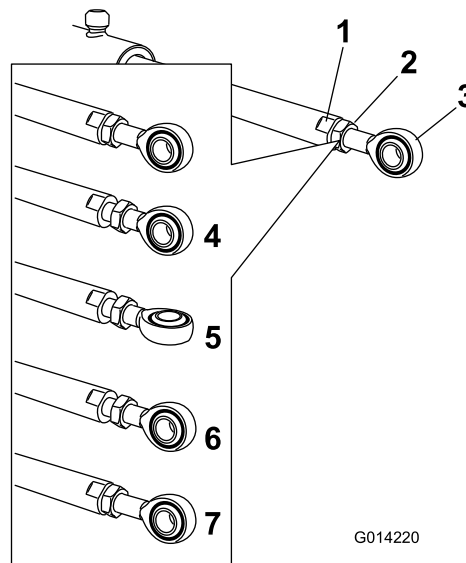

Figura 64
5. Coloque una llave plana sobre las zonas planas del actuador para inmovilizarlo, luego afloje la contratuerca para poder manipular la rótula (Figura 64).
6. Gire la rótula del actuador para acortar o alargar el actuador extendido a la posición deseada (Figura 64).